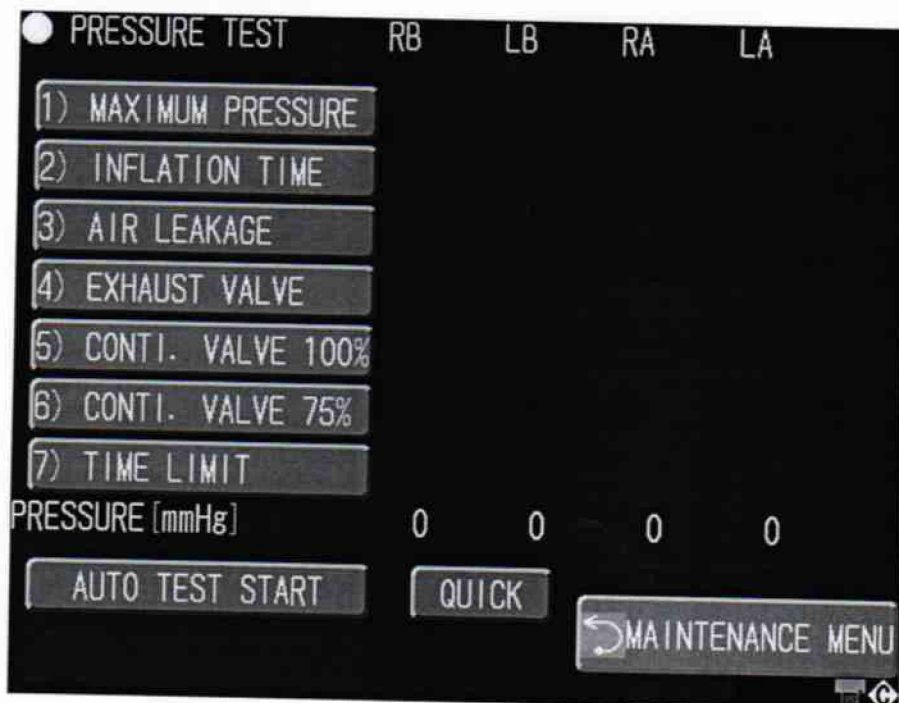

Рисунок 4 – Окно тестового режима
6.4.3.2 Включают сфигмометр клавишей «ONN/OFF». Клавишей MENU вызывают экран «Меню». Далее нажатиями навигационных сенсорных клавиш на экране сфигмометра переходят в тестовый режим («ПЕРВ.НАСТР./ОБСЛУЖ-Е» → «ОБСЛУЖИВАНИЕ» → «ОК» → «7.ТЕСТ ДАВЛЕНИЯ») (рис. 4).